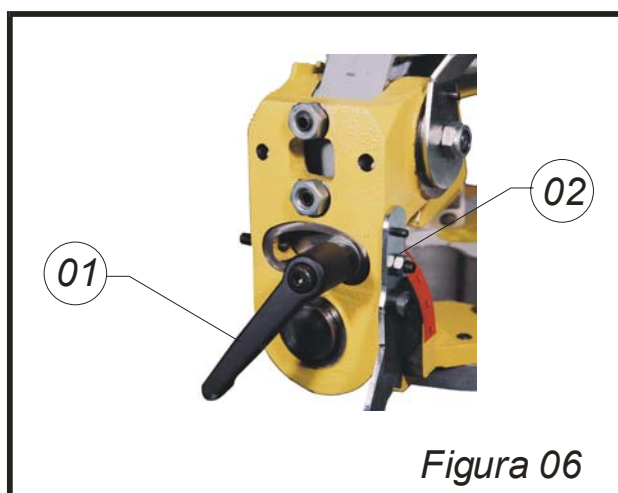

Figura 06
Para selecionar o ângulo de corte, procede-se conforme figura 06.
Libera-se o manípulo, figura 06 (01), e movimenta-se o conjunto para a esquerda (estando o operador na frente da máquina).
Após a seleção do ângulo desejado, aperta-se o manípulo novamente. Os parafusos, figura 06 (02), servem de batente dos ângulos de 45° e 90°, e podem ser regulados, bastando para isso afrouxar a porca e girar o parafuso até a regulagem correta (ver "correção do ângulo vertical", Figura 08).